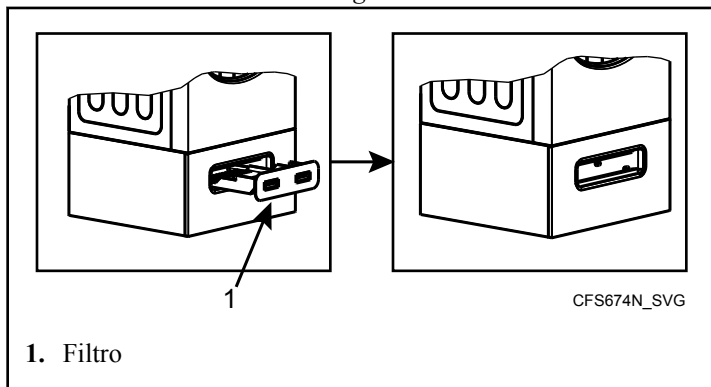

Figura 56
1. Remova o filtro. Consulte *Figura 56*.